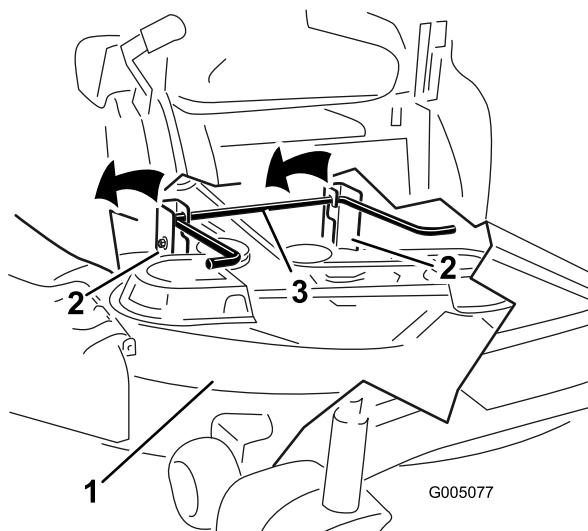

Figura 69
- 7. Alzate il tosaerba e i supporti di sostegno dall'asta di sollevamento posteriore e abbassate con cautela il tosaerba al suolo (Figura 69).
- Alzate la parte posteriore del piatto di taglio e guidate i supporti di sospensione lungo l'asta di sollevamento posteriore (Figura 69).